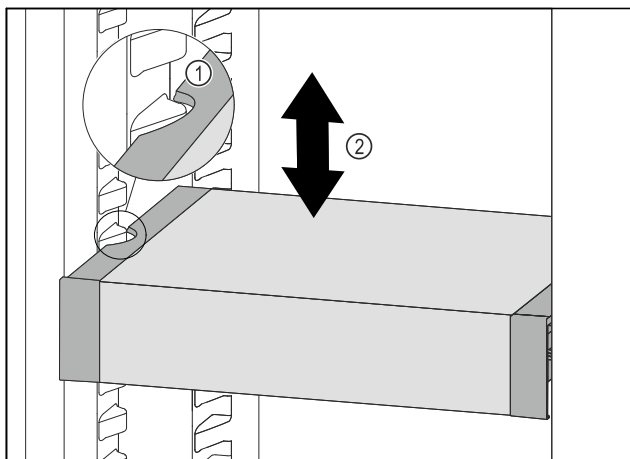

Fig. 104
- Trekk VarioSafe forover, til utsparingene på sidene av VarioSafe er på nivå med rillene i kjøleskapet. Fig. 104 (1)
- Flytt VarioSafe oppover eller nedover i kjøleskapet, til ønsket høyde er nådd. Fig. 104 (2)